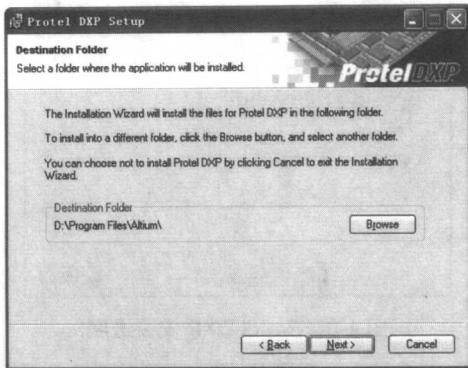

图1-6 Protel DXP安装路径
■步骤4：单击Next按钮，进入Protel DXP安装路径对话框，单击Browse（浏览）按钮，以更改Protel DXP安装路径，这里将Protel DXP安装在“D:\Program File\Altium\”下，如图1-6所示。